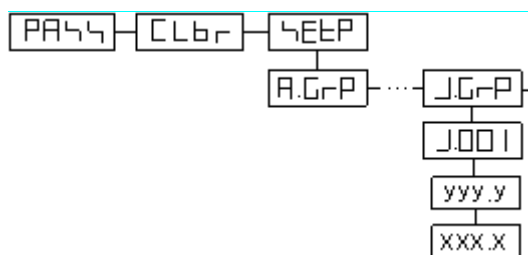

Рисунок 2 – Меню настройки аналогового выхода
3.4.1 Порядок действий (см. рисунок 2)